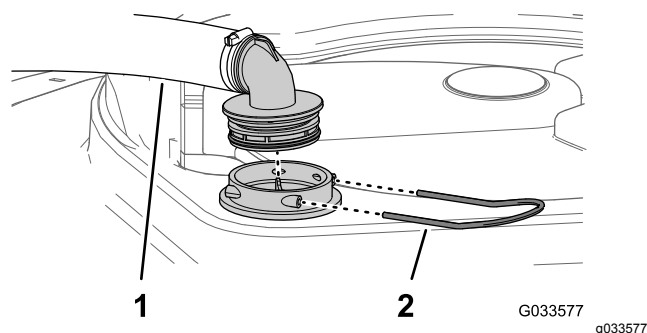

Figure 77
2. Au sommet de la cuve du pulvérisateur, retirez l'étrier qui fixe le raccord de flexible sur le grand flexible et le logement du filtre (Figure 77).
3. Retirez le flexible et le raccord du logement du filtre (Figure 77).